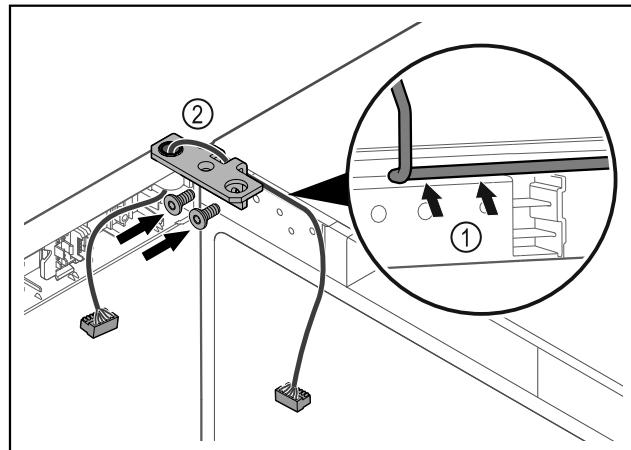

Fig. 45
- Vadiet kabeli caur lokāmā kronšteina padziļinājumu un uzmanīgi izvietojiet Fig. 45 (1).
- Pieskrūvējiet lokāmos kronšteinus Fig. 45 (2).